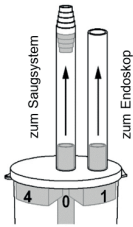

Abb. 1
- Conectați furtunul de la racordul din mijloc al sifonului la sistemul de aspirație (Fig. 1).
- Conectați conectorul exterior la endoscop (Fig. 1).